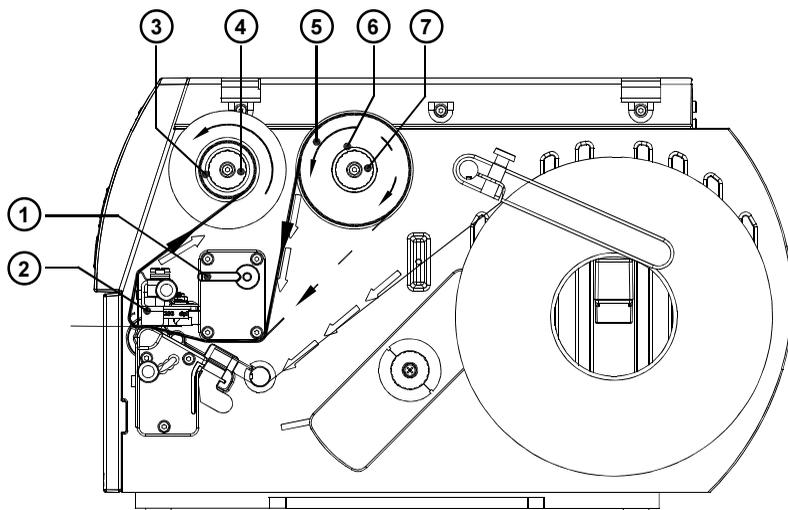

Figure 5
1. Tournez complètement le levier (1) dans le sens des aiguilles d'une montre pour soulever la tête d'impression (2).
2. Poussez à fond la bobine de feuilles (5) sur le dérouleur de bande (6).
3. Maintenez le rouleau de feuilles et tournez l'écrou (7) dans le sens contraire des aiguilles d'une montre, jusqu'à ce qu'une résistance se fasse ressentir. Le rouleau de feuilles (5) est alors fixé sur le dérouleur (6).
4. Placez le centre de la feuille de largeur adaptée sur l'enrouleur (3) et fixez-le en tournant l'écrou (4) dans le sens contraire des aiguilles d'une montre.
5. Mettez en place la feuille de transfert selon la figure 5 et scotchez le bord de la feuille (par ex. avec une étiquette) au centre de la feuille. La ligne pleine de la figure 5 s'applique aux rouleaux imprimables vers l'intérieur, la ligne à tirets s'applique aux rouleaux imprimables vers l'extérieur.
6. Ajustez et tendez la feuille de transfert en tournant l'enrouleur (3) dans le sens inverse des aiguilles d'une montre.
7. Tournez complètement le levier (1) dans le sens inverse des aiguilles d'une montre. La tête d'impression (2) sera verrouillée.